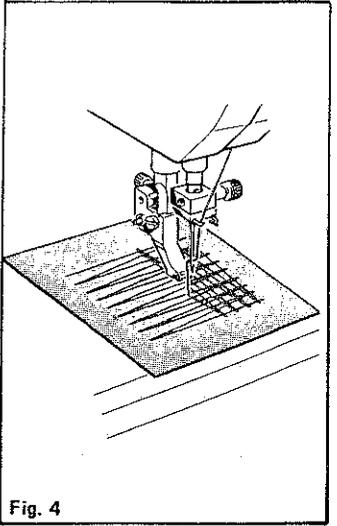

Fig. 4
- Cambiate posizione al piedino montandolo all'attacco di sinistra e sempre dal rovescio cucite l'altro bordo della cerniera al bordo del tessuto vedi fig. 4.